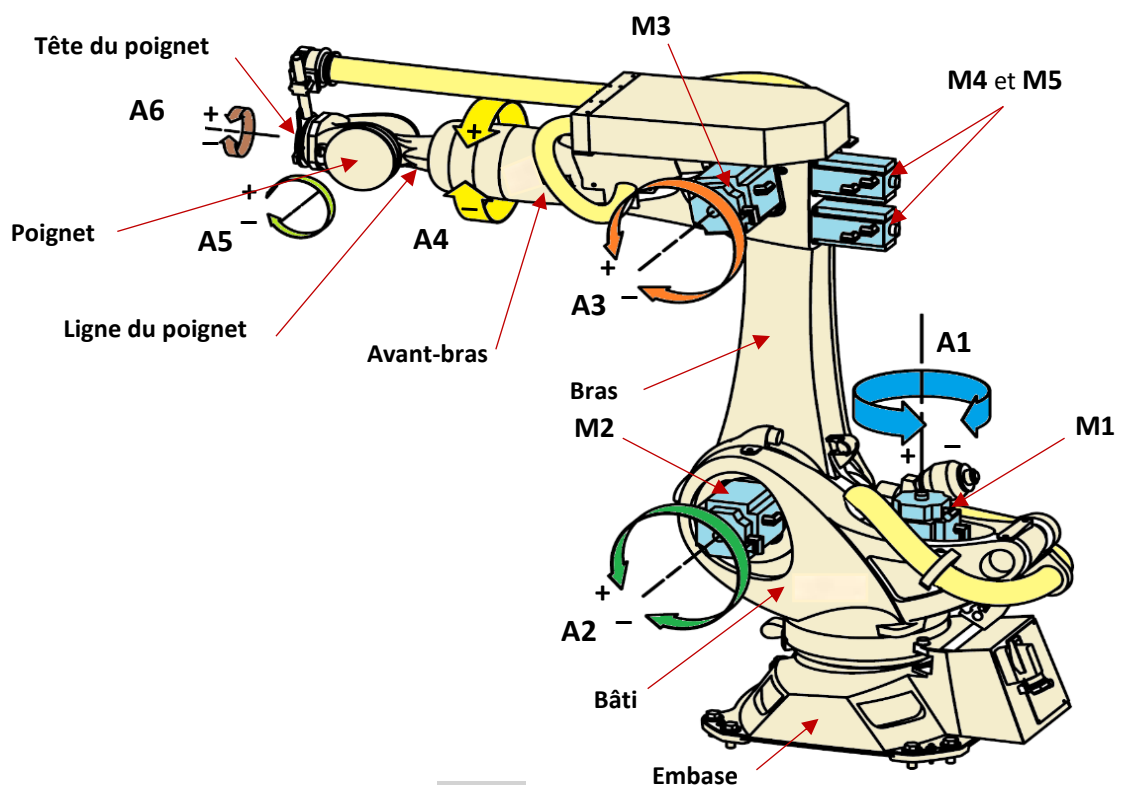

Figure 1
- A la **figure 1** du document ressource **DRES 01** ;
**Question : 5.** Compléter le tableau en indiquant par une croix (X) le ou les degrés de liberté pour chaque liaison. [1,5 pt]
### ► Un bras manipulateur six axes (Figure 1 ci-dessous):